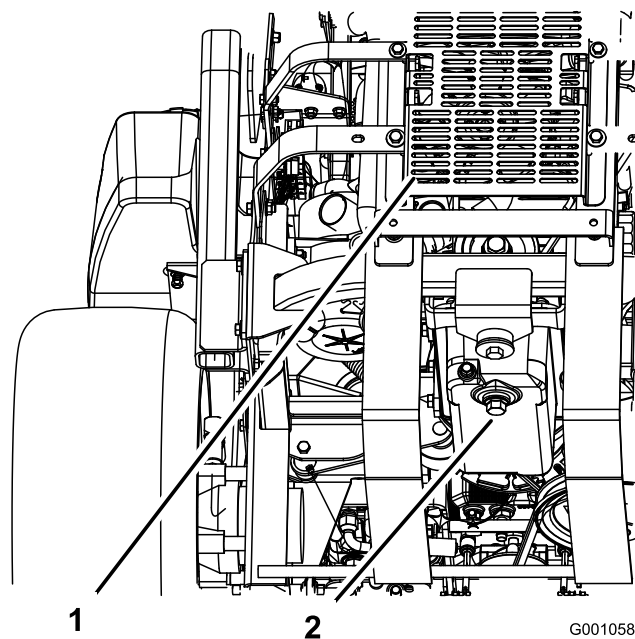

Bild 66
5. Stellen Sie eine Auffangwanne unter die Ölablassschraube. Entfernen Sie die Ablassschraube (Bild 66) und lassen das Öl vollständig ablaufen.